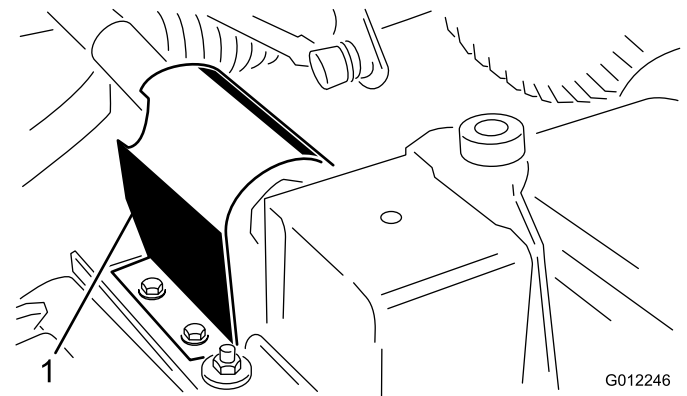

Bild 8
2. Entfernen Sie die zwei Blechschrauben, mit denen das Zapfwellenschutzblech oben an der Befestigungsplatte des Mähwerkgetriebes befestigt ist, und nehmen Sie das Schutzblech ab (Bild 8).